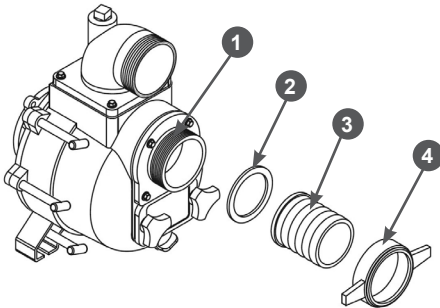

Рис. 15 Установка патрубка всасывающего рукава
3. Установите патрубок 3 через уплотнительное кольцо 2 к впускному (всасывающему) фланцу 1 насоса и плотно затяните гайку 4 патрубка (Рис. 15).